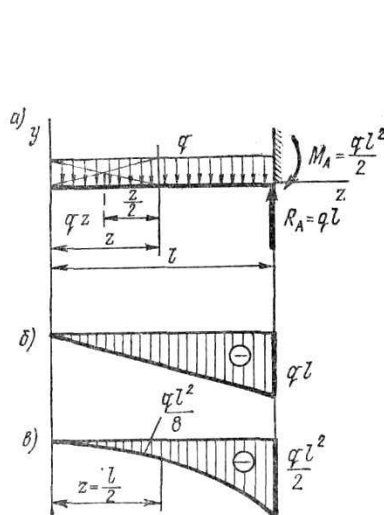

Рисунок 4
-) На участках, загруженных равномерно-распределенной нагрузкой, поперечная сила изменяется по линейному закону, а изгибающий момент по параболе, выпуклость которой направлена навстречу векторам равномерно-распределенной нагрузки (см. рис. 4 и 5);